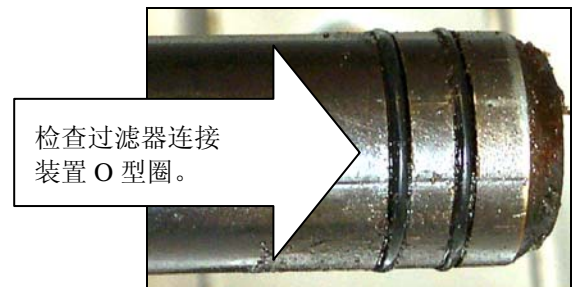

图 7
3. 检查滤锅连接装置，以确保两个 O 型圈均存在且状态良好。（参见图 7）